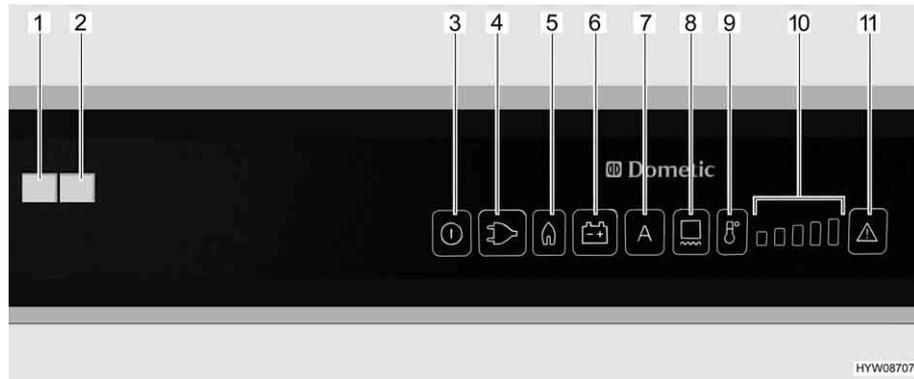

Fig. 166 Elementos de mando para el frigorífico (Dometic RMD)
Si está ajustado el modo de funcionamiento "AES", no está conectada **nin-guna** alimentación de 230 V y el motor del vehículo está **desconectado**, el AES seleccionará el suministro de gas. Al seleccionar el suministro de gas se abre automáticamente el seguro de encendido, de forma que puede fluir gas hacia el quemador. Simultáneamente se conecta el encendedor electrónico. Si se apaga la llama de gas, p. ej. debido a un golpe de viento, el encendedor se activa inmediatamente y enciende de nuevo el gas. En caso de avería en el funcionamiento a gas, los botones luminosos "Gas" (Fig. 166,5) y "Avería" (Fig. 166,11) estarán parpadeando. La luz de control "Avería" (Fig. 166,1) estará encendida, y sonará una alarma acústica durante 20 segundos.
Una vez conectado, el frigorífico selecciona automáticamente el ajuste medio del termostato. Este ajuste puede modificarse manualmente con la tecla de selección de grados de temperatura (Fig. 166,9). Las luces de control (Fig. 166,10) indican el ajuste seleccionado del termostato. Con la tecla de selección de grados de temperatura se ajusta la temperatura de refrigeración para los tres tipos de energía. Pasan algunas horas hasta que el frigorífico alcanza la temperatura de servicio normal. Al conmutar el modo de funcionamiento se mantiene el ajuste del termostato. La temperatura de refrigeración se mantiene independientemente del tipo de energía.
- Conectar la calefacción de marco por un período de 2 horas: Pulsar la tecla (Fig. 166,8) una vez. Estará encendida una barra de la visualización de niveles de temperatura (Fig. 166,10).
- Conectar la calefacción de marco por un período de 5 horas: Pulsar la tecla (Fig. 166,8) dos veces. Estarán encendidas dos barras de la visualización de niveles de temperatura (Fig. 166,10).
- Ajustar la calefacción de marco en funcionamiento continuo: Pulsar la tecla (Fig. 166,8) tres veces. Estarán encendidas tres barras de la visualización de niveles de temperatura (Fig. 166,10).
La visualización de niveles de temperatura (Fig. 166,10) visualizará el tiempo de funcionamiento de la calefacción de marco por algunos segundos.
En caso de alta temperatura exterior y un gran índice de humedad atmosférica, se pueden formar gotas de agua en el marco metálico del compartimento congelador. Por este motivo, el frigorífico está equipado con una calefacción de marco en el compartimento congelador. En caso de altas temperaturas y un índice alto de humedad atmosférica, conectar la calefacción de marco con la tecla (Fig. 166,8). De esta manera se evita la corrosión. Si está conectada la calefacción de marco, estará encendido el botón luminoso (Fig. 166,8).
- Pulsar la tecla On/Off (Fig. 166,3) por aprox. 2 segundos. El frigorífico se conectará, se visualizará el tipo de energía ajustado más recientemente o "AES".
- Ajustar la temperatura de refrigeración con la tecla de selección de grados de temperatura (Fig. 166,9). Las luces de control (Fig. 166,10) indican el ajuste seleccionado del termostato.
- Pulsar la tecla On/Off (Fig. 166,3) por aprox. 2 segundos. El frigorífico se desconectará, ya no estará encendido ningún visualizador.